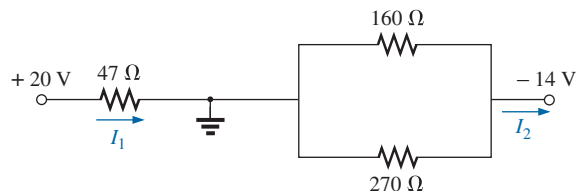

Figura 7.73 Problema 14.
14. Determine as correntes  $I_1$  e  $I_2$  para o circuito na Figura 7.73, construído a partir de valores-padrão.